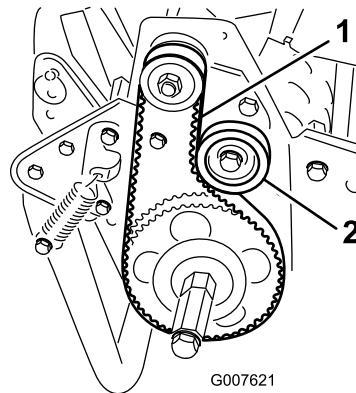

図 37
- プーリ間の中央部（図 37）でベルトを 18-22 N (4-5 lbs = 1.8-2.2 kg) 程度の力で押して点検する。ベルトのたわみが 6 mm あれば適正とする。
- アイドラプーリ固定ナットをゆるめ、プーリをベルトの背に押しつけて、適当な張りを出す（図 37）。